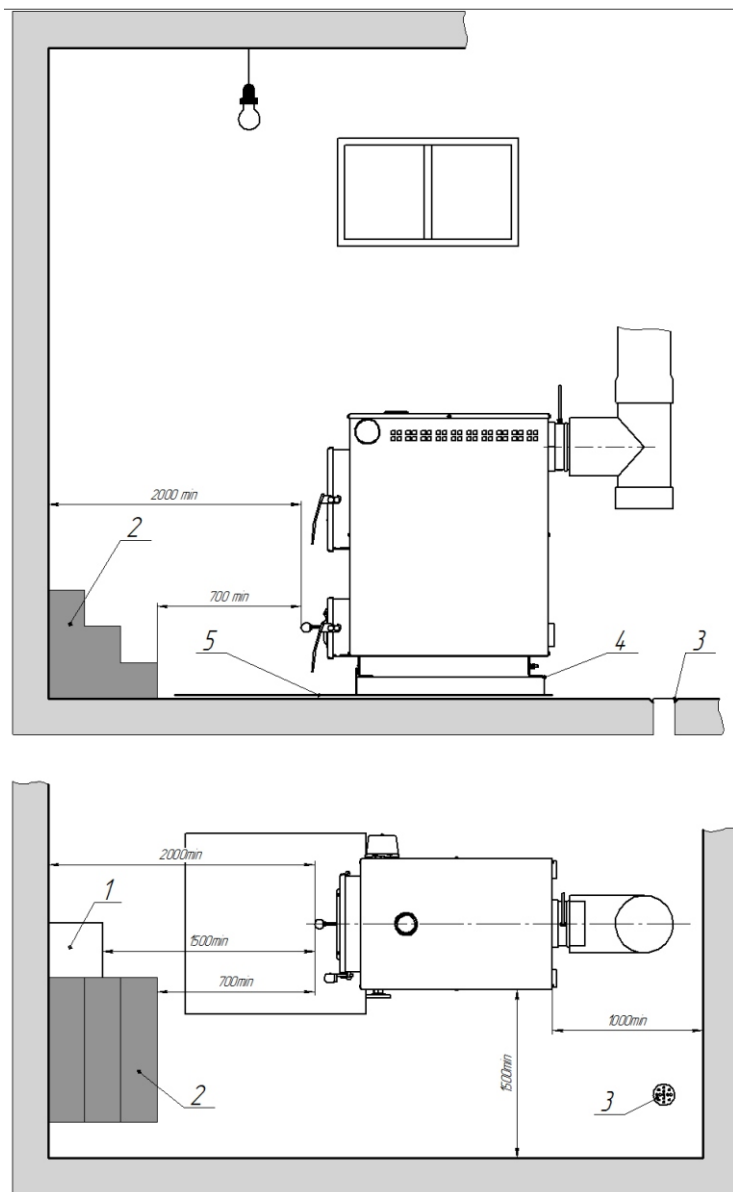

Рис.3.
Расстояние от фронта котла или выступающих частей топки до противоположной стены котельной должно составлять не менее 2 м (см. рис. 3) твердого топлива (1) не более, чем для одной смены работы котла.